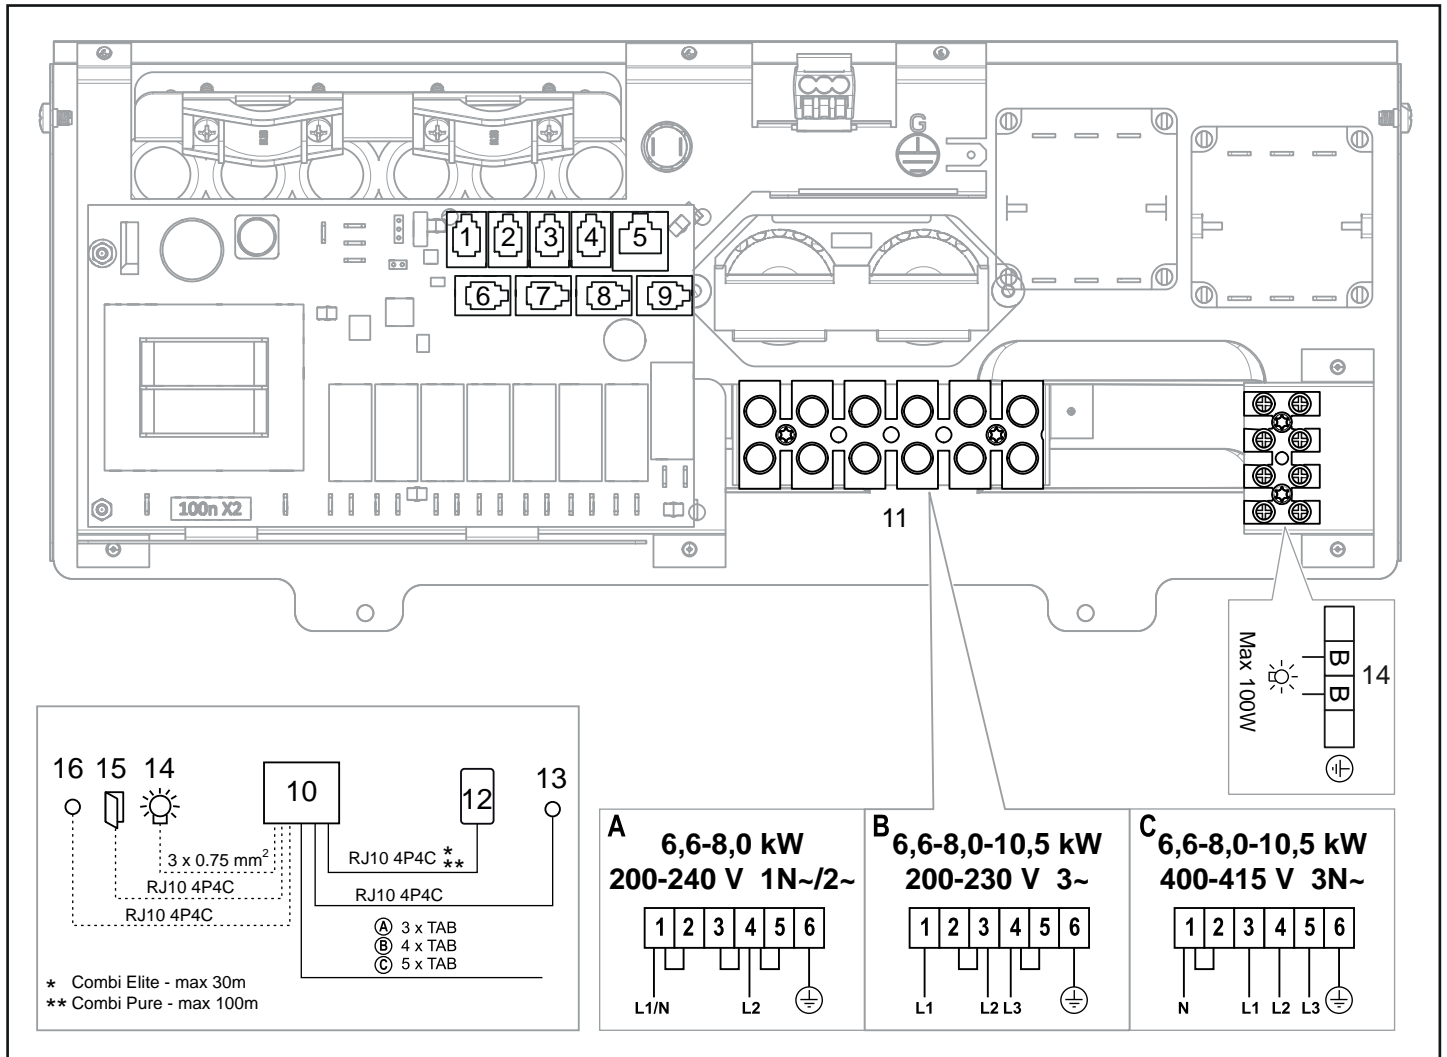

Figure 17 : Schéma de branchement
7. Raccordez, le cas échéant, le câble de l'éclairage (7) au bornier (8) en suivant le schéma de raccordement (figure 17).
Pour un raccordement à d'autres tensions ou d'autres nombres de phases ne figurant pas sur le schéma de raccordement (figure 17), contactez le service de maintenance Tylö.